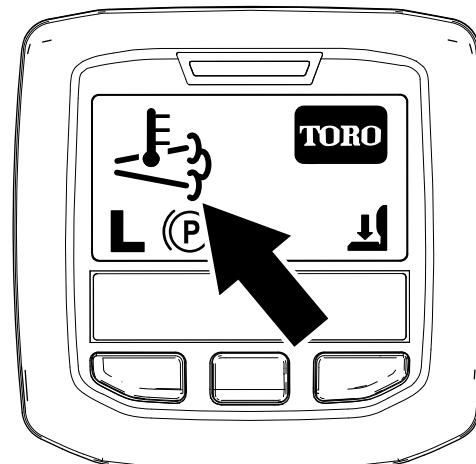

図 29
- インフォセンターには、 排気高温アイコンが表示されます 図29。